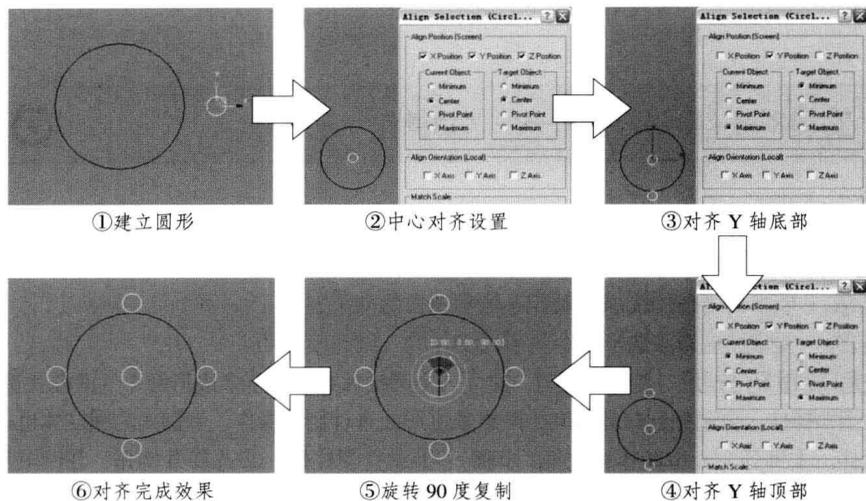

图3-2 中心对齐总流程（步骤）图
四、制作流程及技巧分析 制作本例时，建立一大一小两个圆形，先选择小圆形并使用对齐工具拾取大圆形，设置对齐轴为中心方式，还可以建立圆形使用 Y 轴对齐到上下两侧再旋转 90 度复制。本例分为 6 个制作总流程（步骤）：①建立圆形、②中心对齐设置、③对齐 Y 轴底部、④对齐 Y 轴顶部、⑤旋转 90 度复制、⑥对齐完成效果，见图 3-2。